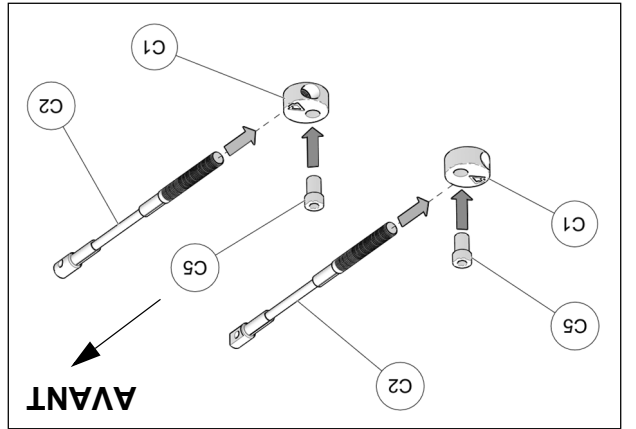

Fig. 23
11. Assembler les câbles des limiteurs de conduite (C2), les disques en aluminium (C1) et les bagues espacateurs (C5) tel que montré à la Fig. 23.